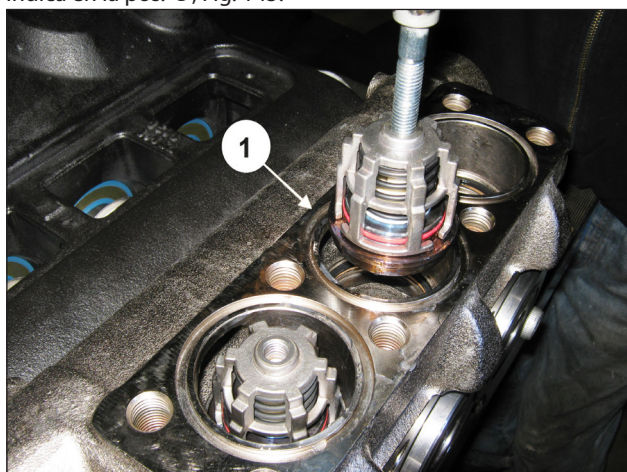
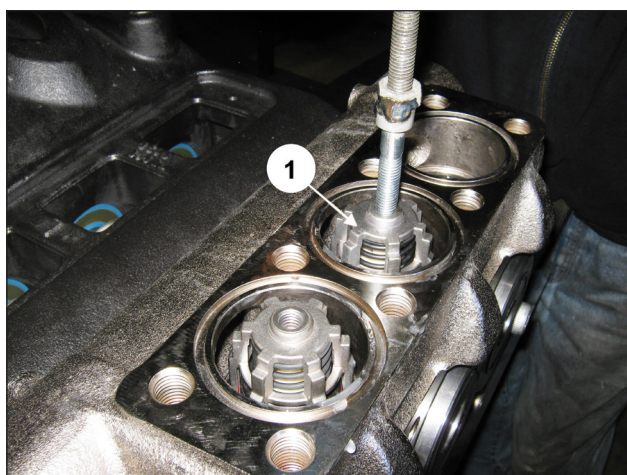

Fig. 144
Fig. 145
Comprobar que la junta tórica y la anilla anti extrusión estén colocadas de manera correcta en el alojamiento. Introducir el grupo de la válvula de envío (pos. ①, Fig. 144). El grupo de la válvula se ha de introducir a fondo como se indica en la pos. ①, Fig. 145.